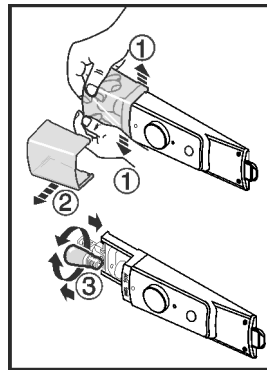

Fig. 9
- Trykk lampedekselet fra hverandre på innsiden i det fremre området, som vist på illustrasjonen, Fig. 9 (1) og trekk det av til siden Fig. 9 (2).
- Skifte ut lampen. Fig. 9 (3)